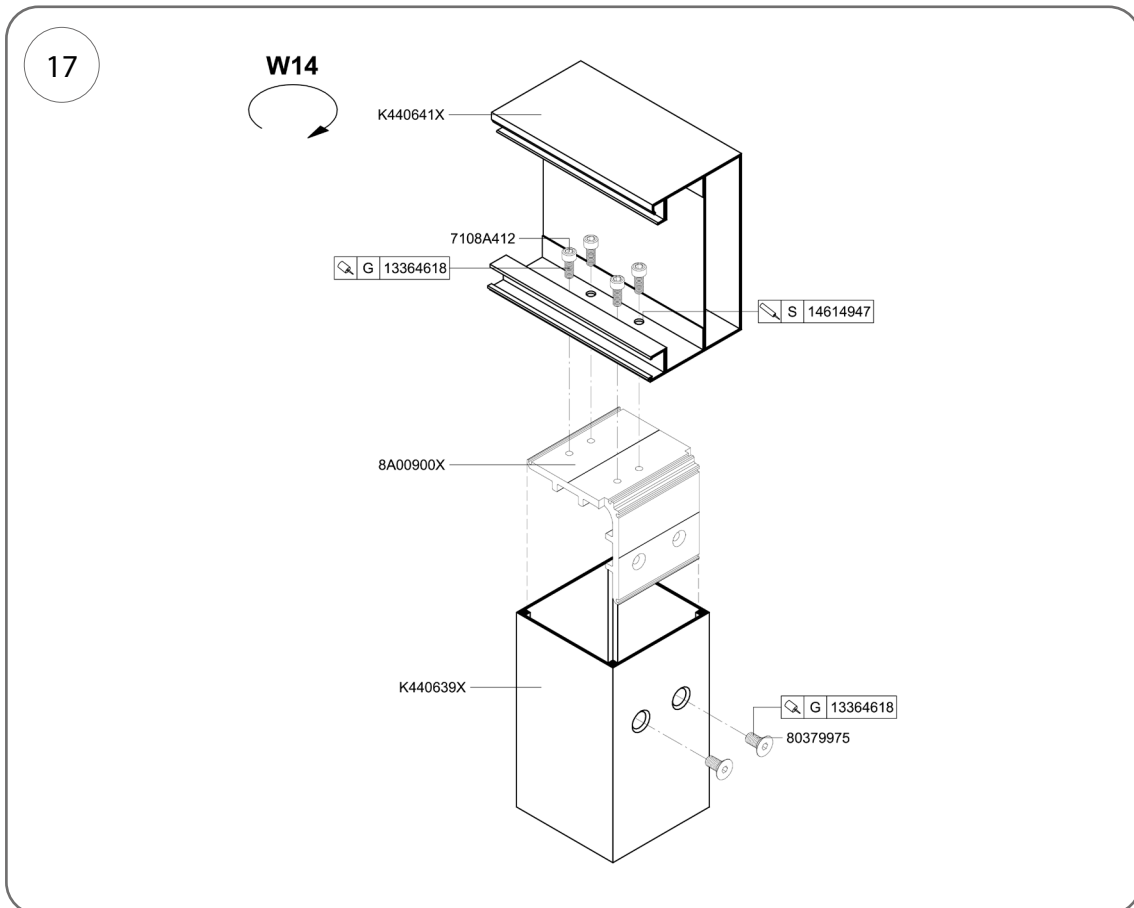
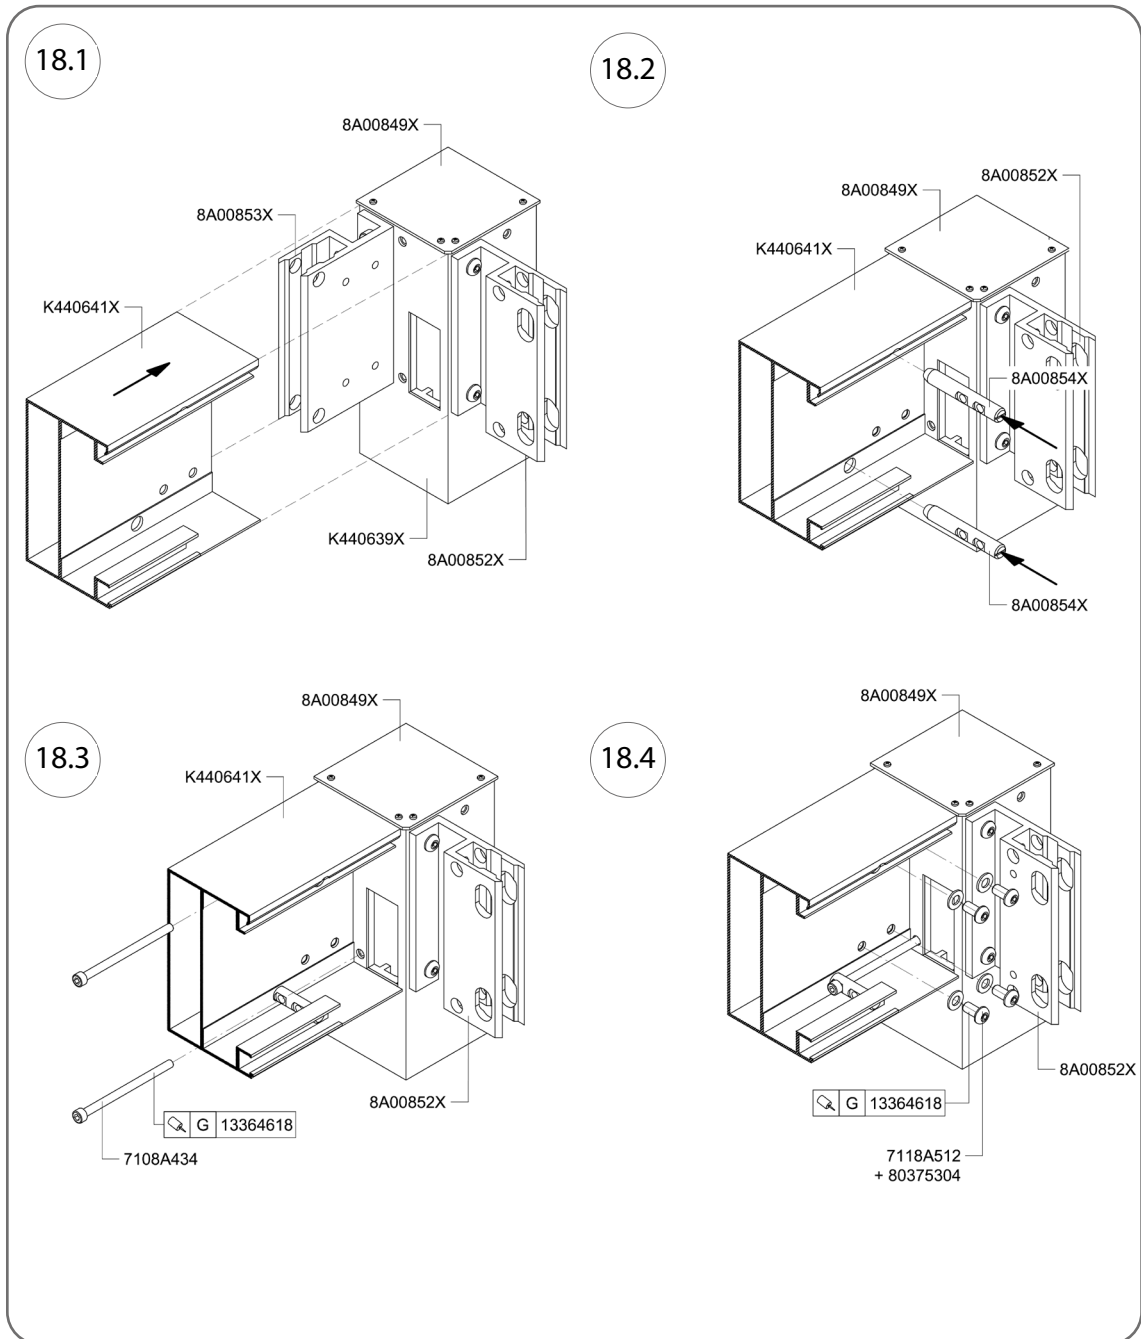

Рис. 17
Рис. 18
8. За допомогою 4 гвинтів з шестигранною головкою M8 x 20 мм, кат. № 7108A412, прикрутіть кроквяний або прогоновий профіль до з'єднувача, кат. № 8A00900X, встановленого в стійці (рис. 17 і рис. 18). Нанесіть на гвинти герметик для різьблення, кат. № 13364618.